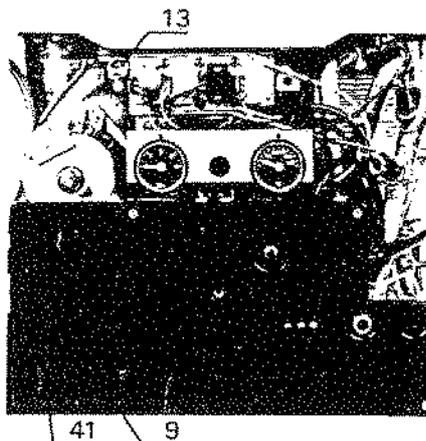

Fig. 19
#### Raccordement de la chaudière (fig. 19)
est possible d'ajuster selon la puissance installée la puissance utile maximum en chauffage de la chaudière afin de limiter la surpuissance. Pour effectuer ce réglage, vérifier que la chaudière fonctionne en plein gaz. Tourner le bouchon et agir, sur la vis (13) (fig. 19) (en dévissant on augmente le débit de gaz, en vissant on le diminue). Régler selon le cas entre plein gaz et 33 % de la puissance nominale. Contrôler le débit de gaz au comp-